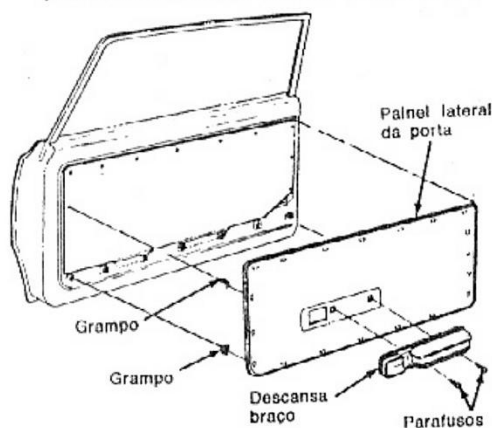

fig. 6 — painel lateral da porta
3. Remover os parafusos de fixação do descanso-braço. Remover o descanso-braço (fig. 6).
1. Posicionar o painel lateral no painel interno da porta. Pressionar o painel lateral para que os grampos fixadores penetrem nos respectivos alojamentos do painel interno da porta (fig. 6).